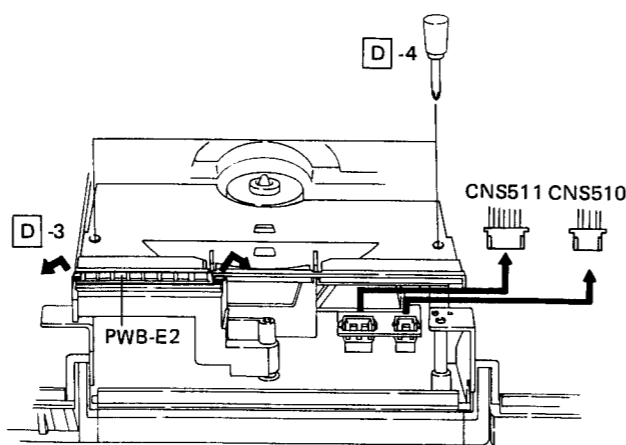

Figure 9-1
2. Pull out two sockets (CNS510, CNS511) shown in Fig. 9-1.
4. Open the player door, loosen two screws at the player mechanism and take the mechanism off. See Fig. 9-1.
2. Die in Abb. 9-1 gezeigten beiden Buchsen (CNS510, CNS511) herausziehen.
4. Die Plattenspieltür öffnen, die beiden Schrauben vom Plattenspielermechanismus entfernen, dann den Mechanismus abheben. Siehe Abb. 9-1.
2. Extraire les deux douilles (CNS510 et CNS511) montrées sur la Fig. 9-1.
4. Ouvrir la porte du lecteur, desserrer les deux vis du mécanisme du lecteur et déposer le mécanisme. Voir la Fig. 9-1.